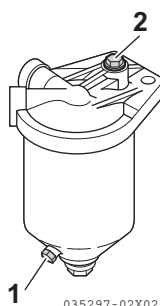

Figura 7
2. Desaperte a válvula de drenagem (**Figura 7, (1)**) do separador de água e drene qualquer água e sujeidade recolhida no interior. Descarte a água recolhida e a sujeidade devidamente.
3. Após a drenagem, aperte o parafuso de purga de ar (**Figura 7, (2)**).